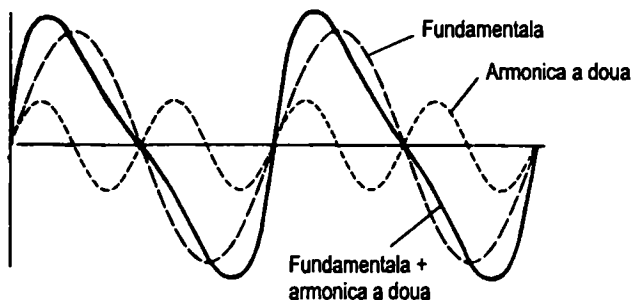

Figura 3.7 Fundamentală + armonică a doua (forma de undă aproximează o undă în dinte de fierăstrău)
2. Fundamentală + armonică a doua (figura 3.7).